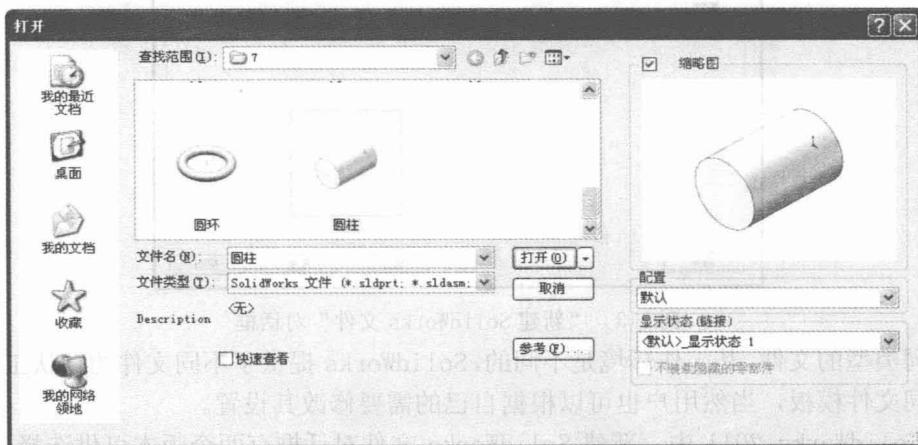

图 1-5 “打开”对话框
(1) 执行命令。执行“文件”→“打开”菜单命令，或者单击“打开”图标按钮 ，执行打开文件命令。
(2) 选择文件类型。此时系统弹出如图 1-5 所示的“打开”对话框。在对话框中的“文件类型”下拉菜单用于选择文件的类型，选择不同的文件类型，则在对话框中会显示文件夹中对应文件类型的文件。选择“缩略图”选项，选择的文件就会显示在对话框中“缩略图”窗口中，但是并不打开该文件。